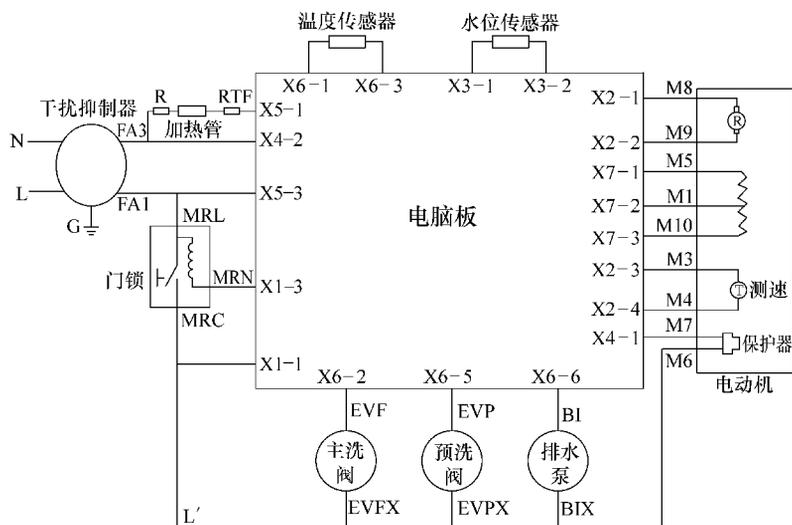

图 6-49 海尔 XQG50 - 8866 型滚筒式洗衣机电路原理图
**【附注】** 海尔 XQG50 - 8866 型滚筒式洗衣机电路原理图如图 6-49 所示。